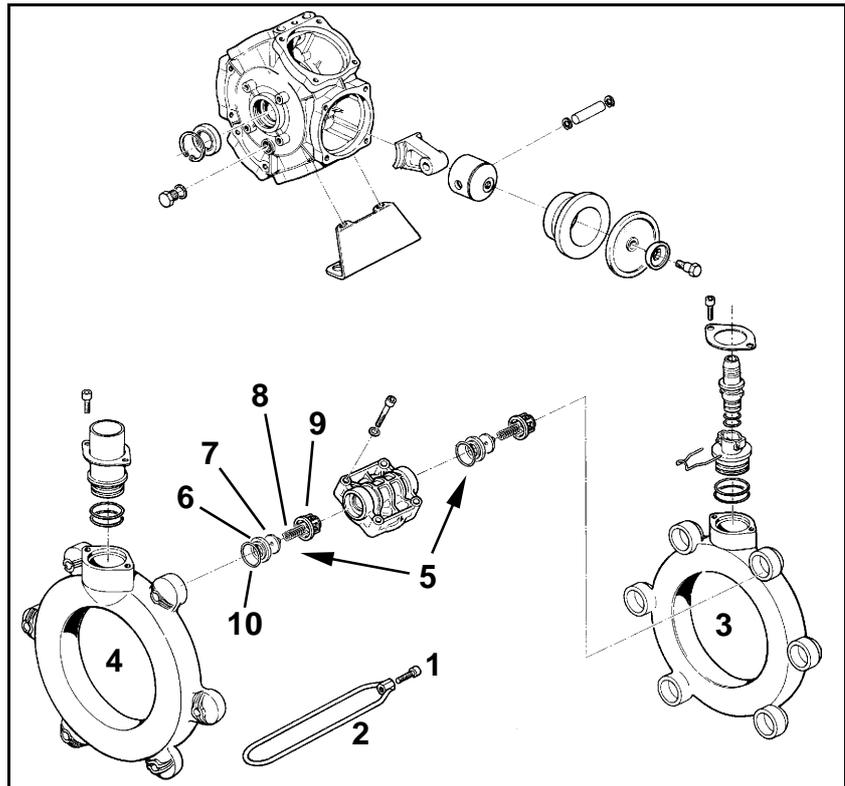

Fig. 200
- Achten Sie auf die jeweilige Einbaulage der saug- und druckseitigen Ventile, bevor Sie die Ventilgruppen (Fig. 200/5) herausnehmen.
- Achten Sie beim Zusammenbau darauf, dass die Ventilführung (Fig. 200/9) nicht beschädigt wird. Beschädigungen können zum Blockieren der Ventile führen.
- Die Schrauben (Fig. 200/1) unbedingt kreuzweise mit dem angegebenen Drehmoment anziehen. Unsachgemäßes Anziehen der Schrauben führt zu Verspannungen und somit zur Undichtigkeit.
2. Schrauben (Fig. 200/1) lösen und Spannbügel (Fig. 200/2) entfernen.
3. Saug- und Druckkanal (Fig. 200/3 und Fig. 200/4) abnehmen.
4. Ventilgruppen (Fig. 200/5) herausnehmen.
5. Überprüfen Sie Ventil Sitz (Fig. 200/6), Ventil (Fig. 200/7), Ventilsfeder (Fig. 200/8) und Ventilführung (Fig. 200/9) auf Beschädigungen bzw. Abnutzung.
6. Den O-Ring (Fig. 200/10) entfernen.
8. Ventilgruppen (Fig. 200/5) nach Prüfung und Reinigung montieren.
9. Neue O-Ringe (Fig. 200/10) einsetzen.
10. Saug- (Fig. 200/3) und Druckkanal (Fig. 200/4) an das Pumpengehäuse anflanschen und Spannbügel (Fig. 200/2) montieren.
11. Ziehen Sie die Schrauben (Fig. 200/1) kreuzweise mit einem Drehmoment von **11 Nm** an.